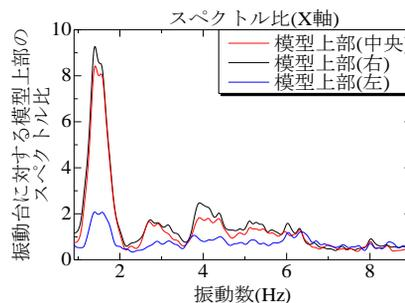

図3 振動台に対する上部構造のスペクトル比
- ▶ 本実験では、Z軸方向での変位時刻歴波形及び加速度時刻歴波形では振動台と模型上部の波形にあまり差がない（図2）ことから、本模型ではZ軸方向への変位及び加速度は共に十分には抑えられていないが、X軸方向では振動数1.5 Hz付近で変位及び加速度は共に抑えられている（図3）。